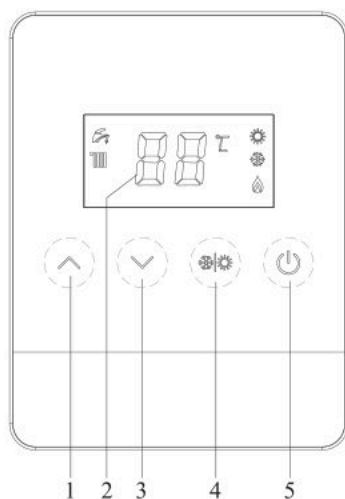

Рис. 5
3.9.1 Вид панели управления модели с жидкокристаллическим дисплеем (рис. 5, табл. 3)